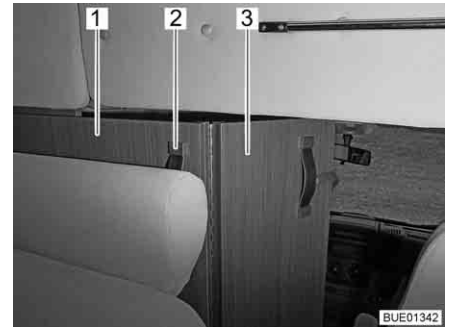

Fig. 56 Separazione cabina di guida
- Afferrare la separazione cabina di guida (Fig. 56,1) dall'impugnatura (Fig. 56,2) e tirarla verso l'interno, finché il bordo della separazione cabina di guida si trova all'incirca all'altezza dello schienale dei sedili (Fig. 56).
- Aprire la parte ribaltabile della separazione cabina di guida (Fig. 56,3) tra i sedili della cabina di guida.